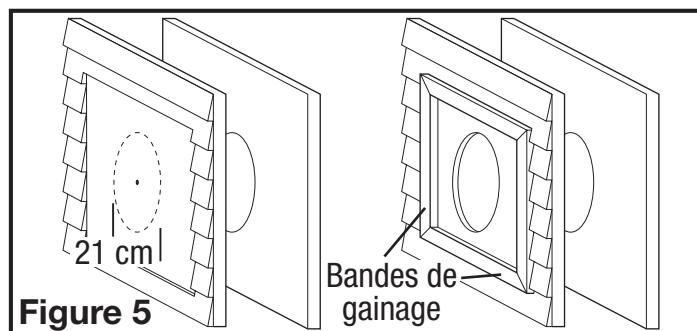

Figure 5
- Au centre de la découpe carrée de 36,8 cm faite à l'étape 5, marquer et découper un trou de 21 cm au travers du coffrage du mur (Figure 5).
- Installer des bandes de gainage de 2,5 x 5,1 cm (non-comprises) pour le support sur les rebords du trou carré de 36,8 cm. Fixer les bandes de gainage au contreplaqué de coffrage du mur avec des vis ou des clous (non-compris) et sceller à l'endroit où les bandes rencontrent le contreplaqué avec du calfeutrage (Figure 5).